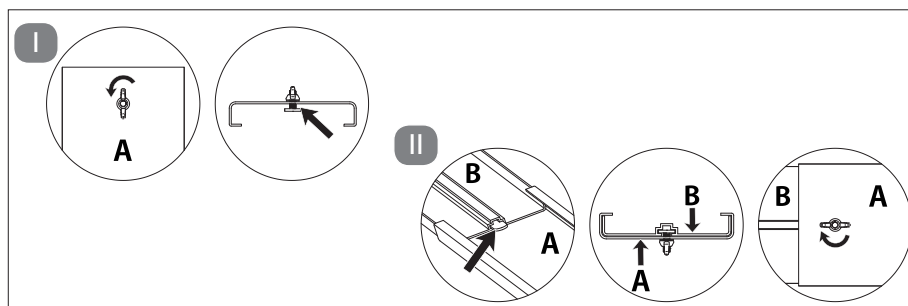

Fig. 14 – Regolazione del kit per finestra a misura della finestra
- ▶ Allentare il dado ad alette in modo da lasciare dello spazio libero tra la parte A del kit per finestra e il cursore. **(vedi fig.14, passaggio I).**
- ▶ Inserire l'una nell'altra le due parti A e B del kit per finestra, facendo innestare il cursore nella scanalatura della parte B del kit per finestra. Regolare il kit per finestra alla misura desiderata avvicinando o allontanando tra loro le parti del kit, quindi serrare nuovamente il dado ad alette. **(vedi fig.14, passaggio II).**